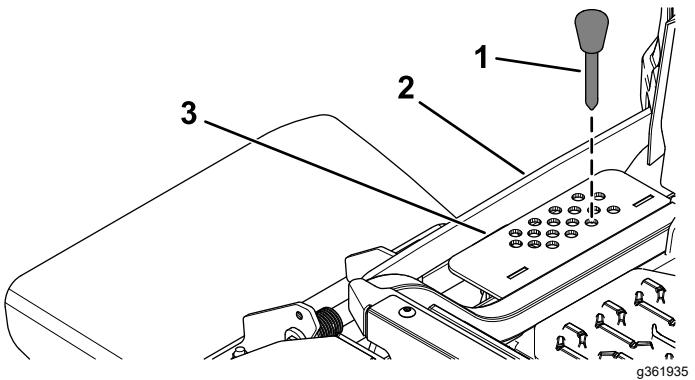

Figura 32
2. Nella staffa dell'altezza di taglio scegliete un foro corrispondente all'altezza richiesta, ed inserite la spina (Figura 32).
3. Premete in giù l'interruttore di sollevamento del piatto finché il tirante dell'altezza di taglio non entra in contatto leggermente con il perno dell'altezza di taglio (Figura 32).